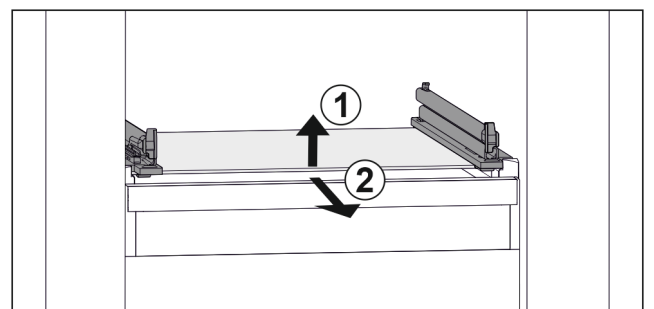

Fig. 106 Примерно изображение на стъклената плоча
- ▶ Повдигнете стъклената плоча отпред Fig. 106 (1)
- ▶ Извадете стъклената плоча напред Fig. 106 (2)